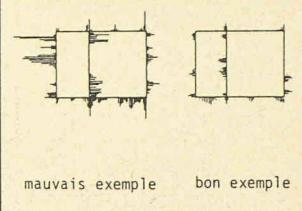

Fig. 2. — Répartition relative de la vitesse de l'air pour 100 pA de surpression ($\rightarrow 0,2 \text{ m/s}$).
8. Permeabilité des joints jusqu'à groupe de sollicitations C (tableau SZFF 202). Cette exigence est facile à satisfaire avec des fenêtres en plastique. Il est plus intéressant de procéder à un contrôle des points non étanches localisés le long des feuillures de fenêtres à deux vantaux (fig. 2).